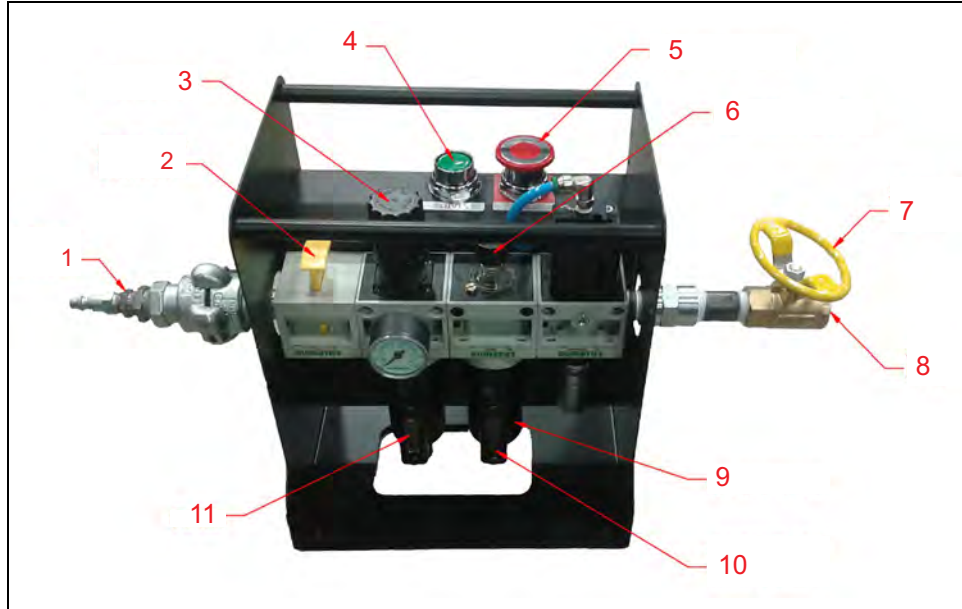

Рисунок 2-2. Компоненты узла подготовки сжатого воздуха (PCU)
Органы управления FF5300 находятся на узле подготовки сжатого воздуха (PCU), изображенном на рис. 2-2 на стр. 12.
1.рис. 2-2 содержит изображение быстросействующего соединителя H&S. Ваш быстросействующий соединитель может выглядеть иначе.